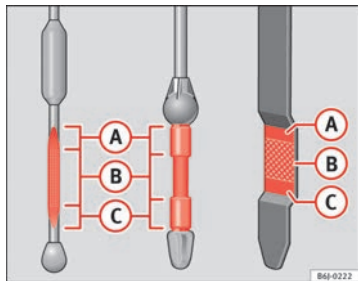

Fig. 154 Varilla de medición del nivel de aceite
- A continuación, vuelva a extraerla y compruebe el nivel de aceite ⇒ fig. 154. En caso necesario, reponga aceite del motor.